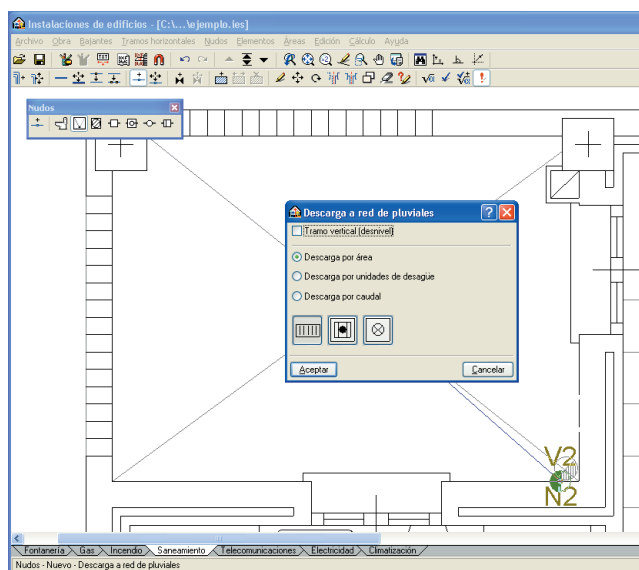
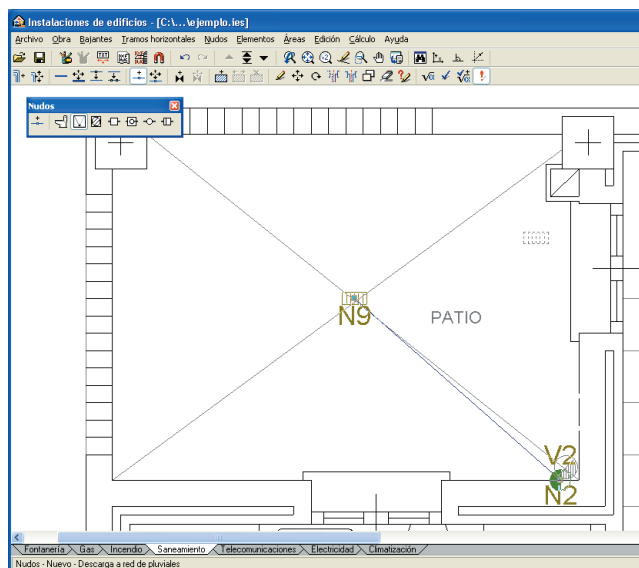

Fig. 5.25
Fig. 5.26
- Pulse en **Nudos>Nuevo** y seleccione el icono correspondiente **Descarga a red de pluviales**, active **Descarga por área** (Fig. 5.25) y pulse **Aceptar**. Sitúe el sumidero en el extremo del ramal (Fig. 5.26).